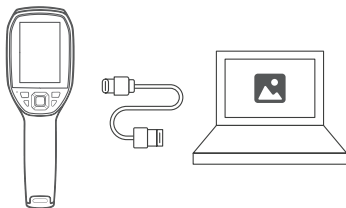

Рисунок 3.1.1
2. Подключите TC005 к компьютеру с помощью прилагаемого USB-кабеля (см. рис. 3.1.1).